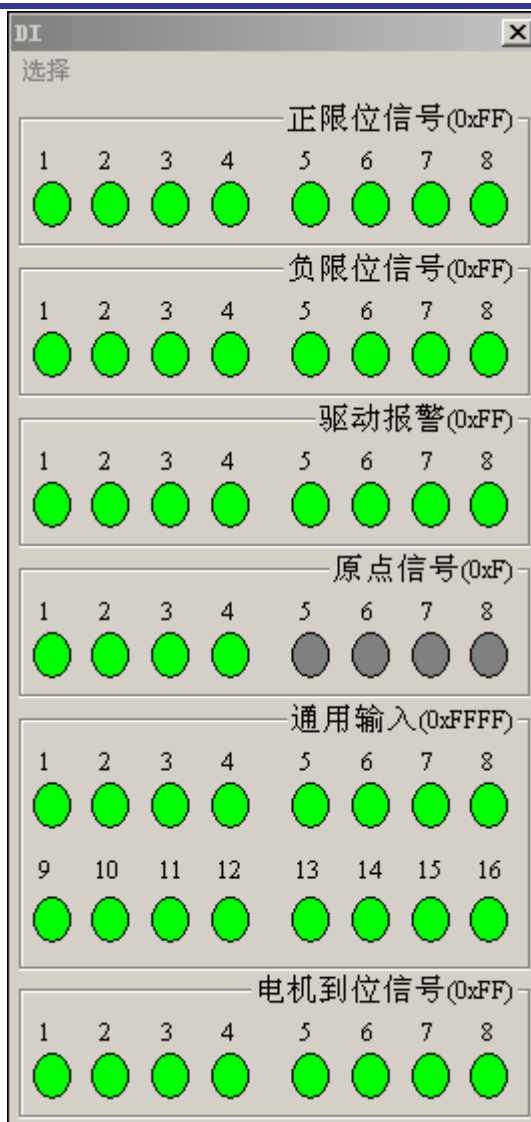

图 4-20 数字量输入对话框
- (1) 在 MCT2008 软件主界面选择点击菜单“视图”->“数字量输入”, 将会弹出数字量输入 DI 模块对话框, 如图 4-20 所示;